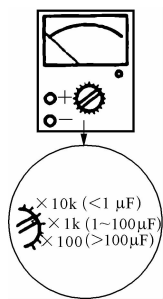

图 1-1-3 万用量程选择
(1) 检测电解电容器
① 步骤一：万用表量程选择。电解电容的容量较一般固定电容大得多，所以在测量时，应针对不同容量选用不同的量程。根据经验，一般情况下，小于 $1\ \mu\text{F}$ 的电容可用 $R \times 10\ \text{k}\Omega$ 挡测量； $1 \sim 100\ \mu\text{F}$ 间的电容，可用 $R \times 1\ \text{k}\Omega$ 挡测量；大于 $100\ \mu\text{F}$ 的电容可用 $R \times 100\ \Omega$ 挡测量。万用表量程选择见图 1-1-3。